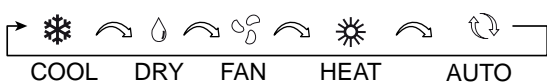

Fig. 27: Ställa in driftläge
- Varje tryck på -knappen ändrar fläktnivån i den sekvens som visas i Fig. 27.